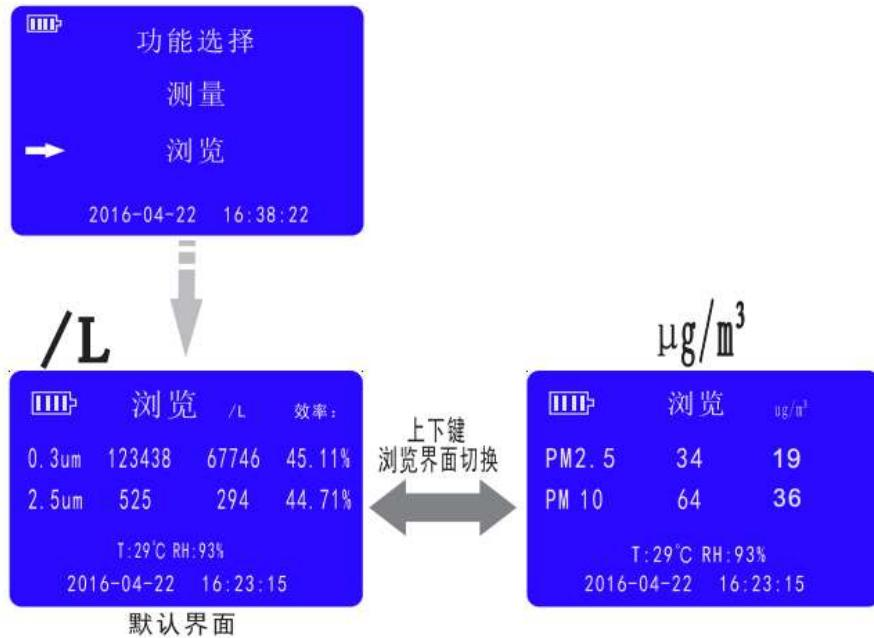

图 11 浏览页面
- 模式切换：通过“**▲**”、“**▼**”键切换“/L”与“ug/m³”界面，（如图 11 所示）